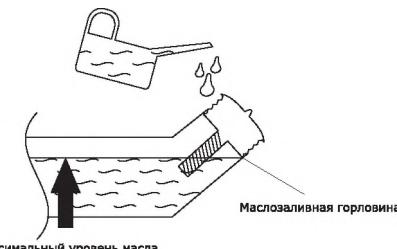

Рис. 5
- Отверните и извлеките масляный щуп. Проверьте уровень масла. Медленно долейте масло до нужного уровня по меткам на щупе или краю маслозаливной горловины (рис. 5).